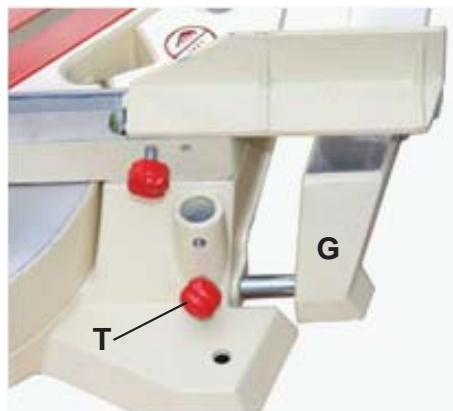

Рис. 3
- Гвинтами (Т, Рис. 3) зафіксуйте подовження столу (G) на місці.
- Натисніть на блокувальну кнопку фланцу пилки (R, Рис. 3) та послабте кріпильний гвинт пилляного диску за допомогою ключа у комплекті (T)